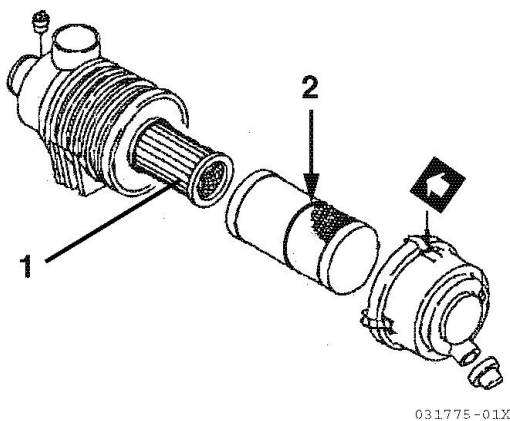

Рисунок 13
4. Если воздухоочиститель оснащен двойным фильтрующим элементом, тогда следует удалить и заменить только внутренний фильтрующий элемент (1, рисунок 13), если двигатель потерял в мощности, или индикатор пыли подает предупреждающий сигнал (если имеется индикатор).
Если воздухоочиститель оснащен двойным фильтрующим элементом, тогда следует удалить и заменить только внутренний фильтрующий элемент (1, рисунок 13), если двигатель потерял в мощности, или индикатор пыли подает предупреждающий сигнал (если имеется индикатор). Это является дополнением к замене внешнего фильтрующего элемента